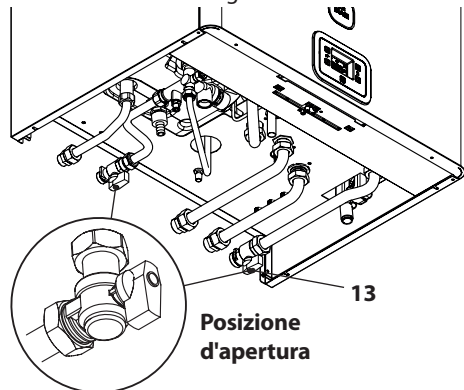

Figura 6.1
- Aprire il rubinetto del contatore gas e quello della caldaia 13 in Figura 6.1.